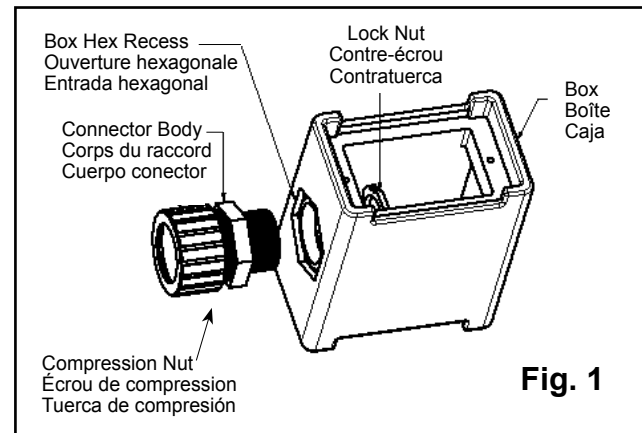

Fig. 1
- Position Cord Connector Body Hex to Box Hex recess; install Cord Connector Body onto Box (See Fig. 1). Coupling Lock Nut must be wrench tight – ¼ turn beyond hand tight (see Fig. 1 and 2).
- Positionner le raccord de cordon hexagonal dans l'ouverture hexagonale de la boîte; fixer le raccord à la boîte (consulter la Fig. 1). Serrer le contre-écrou à l'aide d'une clé – ¼ tour au-delà du serrage à la main (consulter les Fig. 1 et 2).
- Posicionar el hexágono del cuerpo del conector de cable en la entrada hexagonal de la caja; instalar el cuerpo del conector de cable en la caja (Ver Fig. 1). La contratuera debe ser apretada con una llave a ¼ de giro más allá del apriete manual (Ver Fig. 1 y 2).